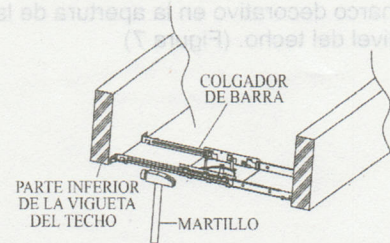

Figura 4
2. Instale el ADAPTADOR DE NUEVA CONSTRUCCIÓN (adquirido por separado) colocando los COLGADORES DE BARRA LKABH (adquirido por separado) entre las viguetas y elevación del techo en los remaches que se adjuntan para fijarlos en su lugar. (Figura 4 & 5)
4. QUITE los (3) CLIPS de RESORTE de la INSTALACIÓN DE REMODELACIÓN y desechar.